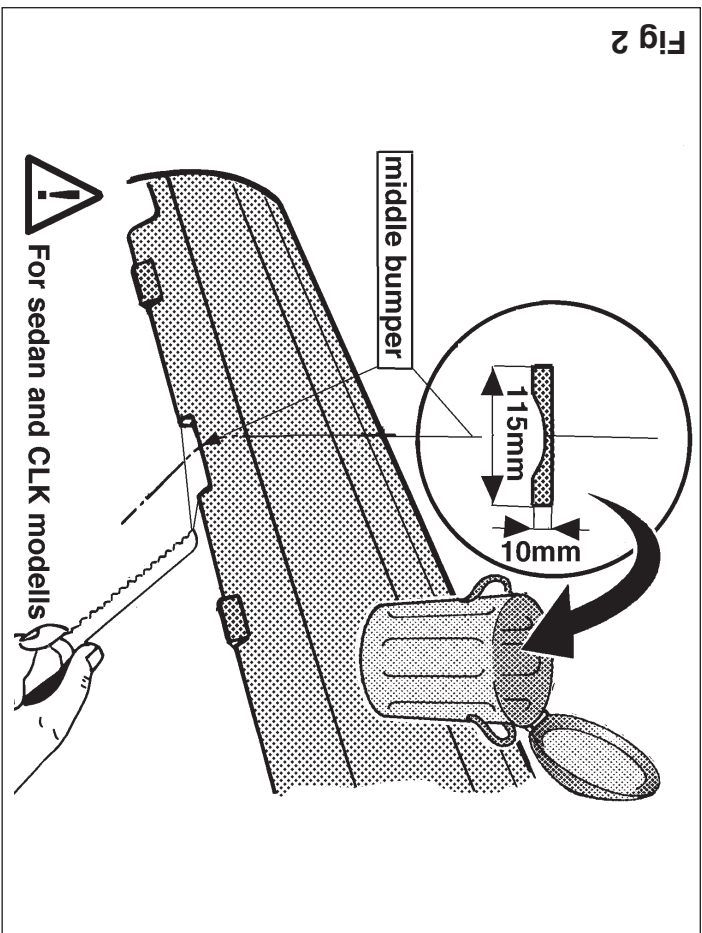

Fig 2
1. Öppna bagageutrymmet och vik tillbaka beklädnaden på bagageutrymmets golv. Avlägsna domkraften inklusive hållare. Avlägsna reservhjulet och batteriet. Vid wagon-modellerna måste plastdelarna till höger och vänster i bagageutrymmet avlägsnas för att kunna placera motbrickorna. Avlägsna avgasrörets bakersta dämpare och värmeskölden som anges i figur 1. Såga (endast vid sedan-modellerna) ut en del ur kofångarens undersida enligt fig. 2. Avlägsna kittet som finns vid kontaktytorna mellan dragstången och karosseriet. Sedan syns små inbucklingar enligt figur 3 och figur 4. Dessa anges med punkterna A.
3. Placer spændpladen i ifølge fig. 2, og monter to bolte M10x35 ved punkterne H, inklusiv planskiver $\varnothing 25 \times 10,5 \times 4$, fjederskiver og møtrikker. Monter to bolte M10x35 ved punkterne L og K, inklusiv spændplader gørrække. Fjern gummiroppen ved punkt K (ved bagagerummet).